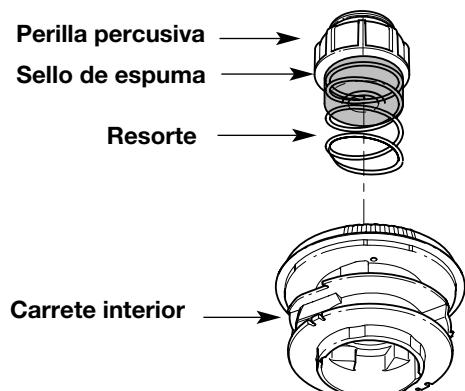

Fig. 20
1. Saque la perilla percusiva, el resorte y el sello de espuma girando la perilla percusiva en sentido antihorario (Fig. 20).
2. Saque la botón de tope, el resorte y el sello de espuma (Fig. 20).
- Coloque la botón de tope, el resorte y el sello de espuma en la bobina exterior (Fig. 20).